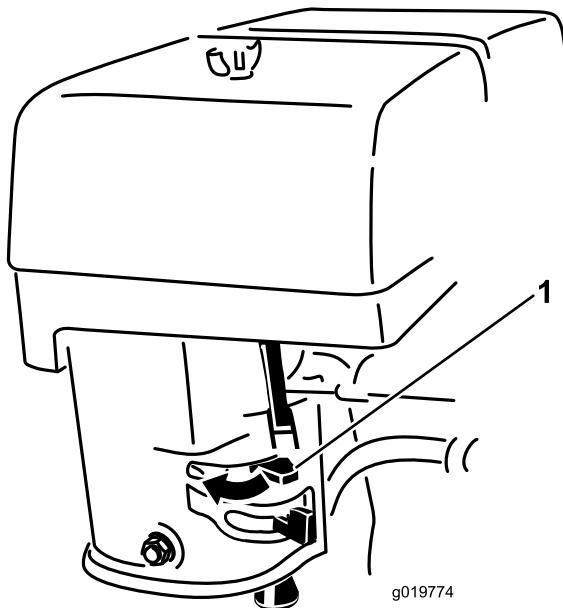

Figura 12
3. Mueva la palanca del estárter a la izquierda si el motor esta frío (Figura 12).